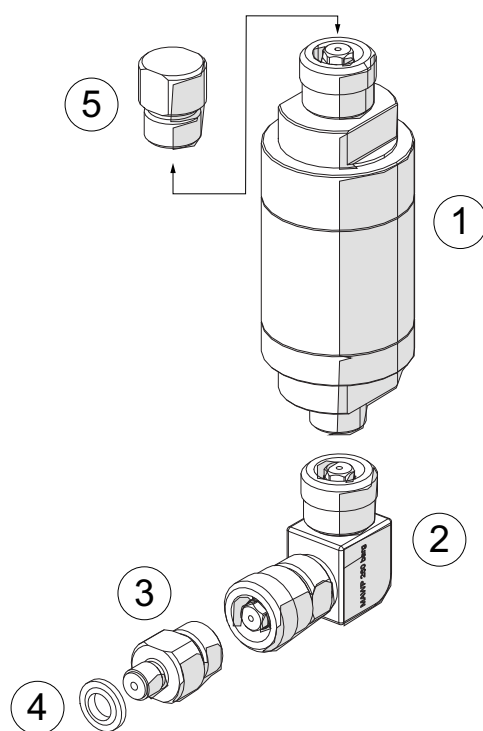

Figure D-4 : Pièces IOPACE-IDT et IOPACE-IDT-HP
1. Assemblez les pièces comme montré dans Figure D-4. Serrez à la main l'adaptateur à ajustement rapide et utilisez des clés pour serrer l'adaptateur mâle G1/8 vers AMC avec une rondelle collée.